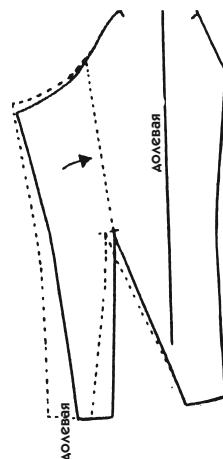

Рис. 364
4. На лекале сближайте две линии подгонки от локтя до оката (пунктирная линия на рис. 364, указанная стрелкой). Это вызовет смещение
всей нижней половинки рукава (сплошные линии на рис. 364) по отношению к предыдущему чертежу (пунктирные линии).